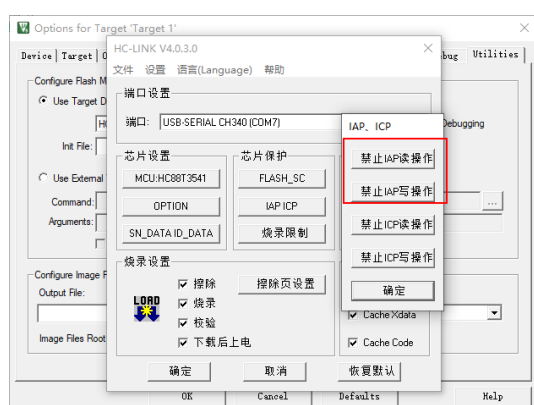

图 2-4 IAP 功能选择
- 4、分别打开 IAP-RD 以及 IAP-EW 选项卡。(如图 2-4)